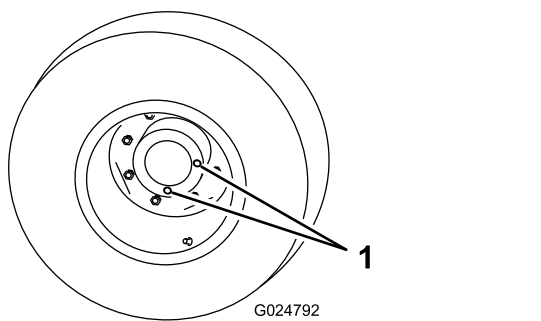

図 66
1. 平らな場所で、点検/ドレンプラグが一番低い位置時計の 6 時の位置に来るように停止させる 図 66。